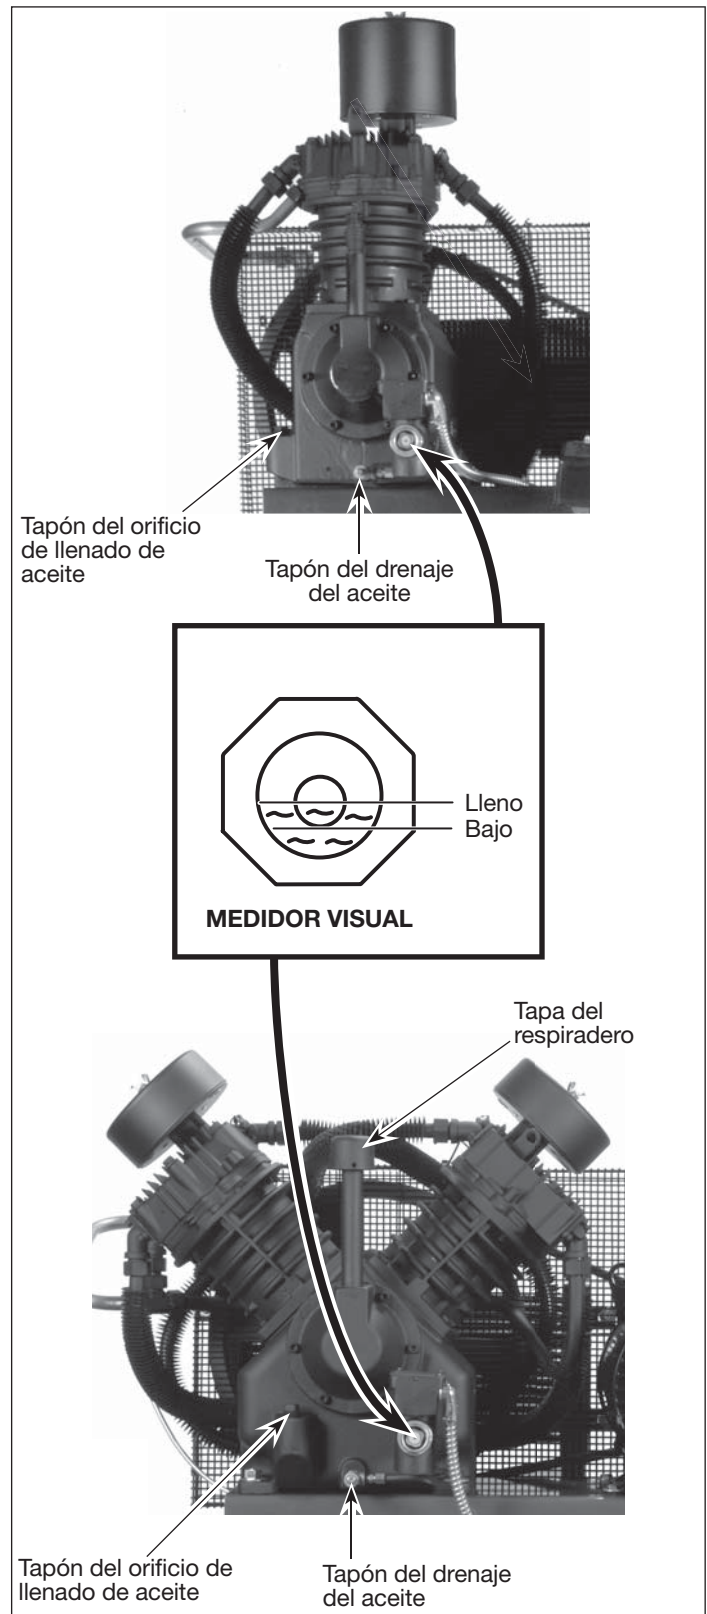

Figura 7
**⚠ PRECAUCION** *ESTA UNIDAD NO TIENE ACEITE. Antes de utilizar el compresor. Llene hasta el centro del calibrador visual (ver Figura 7).*
Llene la bomba con aceite hasta el centro del calibrador visual usando la abertura de llenado de aceite (ver Figura 7). **NO llene la bomba a través de la abertura de la tapa de la válvula de aire ya que esto podría causar una pérdida de aceite y que la misma rociara durante el funcionamiento.**